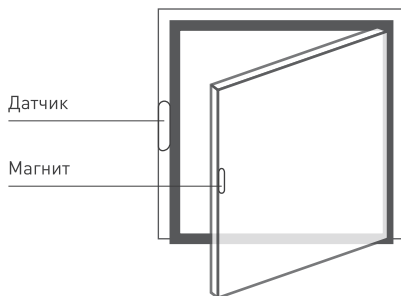

Рисунок 3. Установка датчика.
- 3.6. Установите датчик на место, используя прилагаемые крепежные элементы. Датчик с элементом питания должен быть установлен на неподвижную часть контролируемого проема (короб двери, наличник, и т.п.), а подвижный магнит - на полотно двери или фрамугу окна (см. рисунок 3).